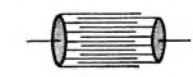
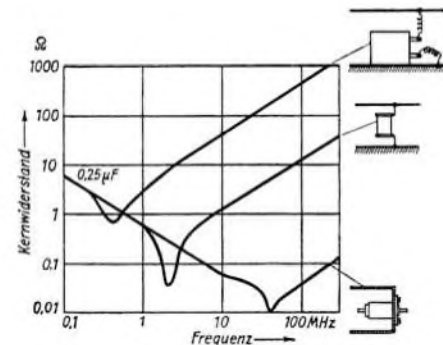
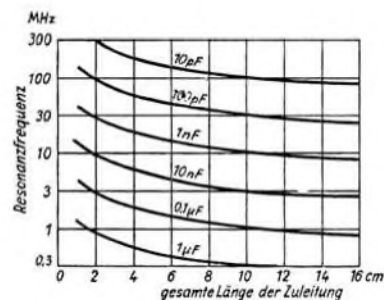
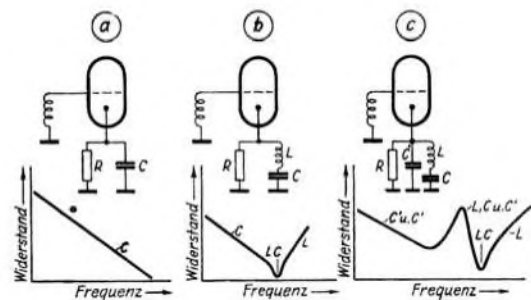

Bild 11. Dämpfungsarmer Kondensator.
Bild 19. Die Eigenfrequenzen verschiedener Kondensator-Ausführungen.
Bild 20. Die Resonanzfrequenzen von Wickelkondensatoren normaler Bauart.
Bild 21. Die Einwirkung von Kapazität und Selbstinduktion auf die Frequenzkurve.
Zahlenmäßig am stärksten sind unter den normalen Kondensatoren die Papierkondensatoren (Wickelkondensatoren), in ihren verschiedenen Ausführungsformen als Becher und Rohrkondensatoren, vertreten. Isolierpapier und Metallfolie werden um einen Dorn gewickelt, in die Wickel eingelegte Anschlußfäden aus stärkerer Folie zur Herstellung der äußeren Anschlüsse eingelegt und der soweit fertige Kondensator nach dem Imprägnieren mit einer Isoliermasse, in Metallbechern oder Isolierrohren durch eine Vergußmasse gegen äußere Einflüsse abgeschlossen. Neuerdings verwendet man auch Isolierfolie mit aufgedampften Metallbelegungen sehr geringer Stärke. Bei Durchschlägen verdampft die Schicht in der Umgebung der Durchschlagstelle; derartige Kondensatoren „reparieren“ sich also „selbst“. Zur Verminderung der Dämpfung von Wickelkondensatoren legt man Anschlußfäden an mehreren Stellen des Wickels ein oder man läßt die Belegungen nach beiden Seiten überstehen und verlötet sie mit den Anschlußdrähten, wie das in Bild 11 skizziert ist. Eine Sonderausführung stellen die sogenannten Durchführungskondensatoren dar, bei denen die eine Metallendplatte, mit der die Belegungen der einen Seite verlötet sind, mit der Durchführung des einen Leiters verbunden ist, während die andere Belegung des konzentrisch um diese Durchführung herum aufgebauten Kondensators mit der anderen Metallplatte und einer den Kondensator außen umgebenden Metallhülle verbunden ist. Neben einer Verminderung der Dämpfung wird durch derartige Maßnahmen auch die Eigeninduktivität des Kondensators herabgesetzt.
Das folgende Bild 19 soll uns zeigen, welche Bedeutung die Lage der Eigenfrequenz eines Kondensators hat. Hier sind die Resonanzkurven für einen alten „Postkondensator“ mit „Anschlußblocken“, für einen entsprechend Bild 11 aufgebauten und endlich für einen Durchführungs-Kondensator wiedergegeben, wobei der Kernwiderstand im wesentlichen dem Wechselstromwiderstand gleichzusetzen ist. Man erkennt, daß bis kurz vor der Eigenresonanz ein Kondensator eben als Kondensator arbeitet, daß bei der Resonanzfrequenz sein Wechselstromwiderstand kleiner wird, als man ursprünglich erwarten sollte, daß aber andererseits jenseits der Resonanzfrequenz, eben infolge des Vorhandenseins von Selbstinduktion, der Kernwiderstand wieder ansteigt und bald zu hohe Werte erreicht. Je niedriger die Dämpfung eines Kondensators ist, desto niedriger liegt der Resonanzwiderstand und über einen desto größeren Frequenzbereich ist der Kondensator auch brauchbar. Für Überschlagsrechnungen kann man die Induk-
ktivität des Kondensatorwickels als unveränderlich gegeben annehmen und braucht daher bei der Feststellung seiner Resonanzfrequenz in erster Linie nur auf die Länge der Zuleitungen Rücksicht zu nehmen. Die Resonanzfrequenzen für normale, nichtinduktive Wickelkondensatoren sind für eine Reihe verschiedener Kapazitätswerte in Bild 20 zusammengestellt. Nimmt man an, daß moderne Kondensatoren etwa den Kernwiderstandsverlauf und die Dämpfung wie der mittlere Kondensator (mittlere Kurve) in Bild 19 aufweisen und daß der Kernwiderstand unter 1 Ω bleiben soll, so würde man den Kondensator beispielsweise innerhalb eines Frequenzbereiches von 1:10 verwenden können (z. B. von rund 0,8 bis 8 MHz). Bei höheren Frequenzen macht einem der dann steigende Wechselstromwiderstand der Induktivität einen Strich durch die Rechnung. Man geht also so vor, daß man zunächst einmal für die niedrigste Frequenz, für die der Kondensator einen höchsten bestimmten Wechselstromwiderstand haben soll, dessen Kapazität ermittelt (hierfür gibt es Tabellen). Nimmt man dann an, daß die Eigenfrequenz des Kondensators etwa, beim fünffachen dieser niedrigsten Frequenz liegt, so kann man aus Bild 20 die höchstens zulässige Zuleitungslänge ersehen und dann annehmen, daß bis zum zehnfachen der niedrigsten Frequenz der Kondensator noch brauchbar arbeitet. Bei Kondensatoren niedrigerer Dämpfung, oder wenn man einen größeren Kernwiderstand zulassen kann, kommt man zu einem größeren brauchbaren Bereich (in Bild 19 z. B. für 10 Ω auf ungefähr 1:100
Um einen größeren Frequenzbereich zu erfassen, erweist es sich meistens als zweckmäßig, zwei Kondensatoren mit entsprechend weit auseinanderliegenden Eigenfrequenzen einander parallel zu schalten. Um sich über die dann auftretenden Vorgänge klar zu werden, muß man sich über das Zusammenwirken der verschiedenen erwünschten und unerwünschten Bestandteile solcher Schaltungskombinationen klar zu werden suchen, was an Hand von Bild 21 geschehen soll. In Bild 21a ist angenommen, daß überhaupt keine Selbstinduktion vorhanden sei. Dann wird der Überbrückungskondensator C, der die Aufgabe hat, parallel zu dem Widerstand R einen Wechselstromnebenschluß zu schaffen, einen mit der Frequenz abfallenden Widerstand aufweisen (Kurve unter Bild 21a). Hat der Kondensator jedoch eine Induktivität L (Bild 21b), so weicht in der Nähe der Resonanzfrequenz, bis zu der C praktisch allein wirkt, der Widerstand nach kleineren Werten, als zu erwarten, ab (LC), jenseits der Resonanz steigt der Widerstand wieder (induktiver Bereich L). Schaltet man nun einen Kondensator C' vernachlässigbar kleiner Selbstinduktion parallel zu C, so entsteht der in Bild 21c wiedergegebene Schwingkreis, und zwar ist einmal ein aus L, C und C' bestehender Parallelschwingkreis vorhanden, bei dessen Eigenresonanz der Widerstand hoch wird (Sperrkreiswirkung), und dann folgt erst die Serienresonanz wie in Bild 21b und endlich wieder der auf L zurückzuführende Anstieg der Widerstandskurve. Hat schließlich auch der parallelgeschaltete Kondensator C' eine Eigeninduktivität L', so gibt es eine Resonanz für C, C' L und L', eine für C, L und L', eine für C', L und L', ein für C und L und schließlich eine für C' und L', wovon die ersteren Parallelresonanzen, mit ansteigendem Widerstand, und nur die beiden letzteren Serienresonanzen, mit geringem Resonanzwiderstand, sind. Noch komplizierter kann die Sache werden, wenn man auch noch die ja u. U. gleichfalls vorhandene Induktivität des Widerstandes mit seinen Zuleitungen in die Rechnung mit einbezieht. Immerhin wird man in der Praxis kaum fehlgehen, wenn man die Serienresonanzkurven zweier evtl. parallel zu schaltender Kondensatoren — unter Außerachtlassen von Parallelresonanzen — ungefähr aneinander anschließen läßt. Hat man z. B. einen Widerstand von 1000 Ω zu „überbrücken“ und nimmt an, daß man einen Hf-Nebenwiderstand von höchstens 10 Ω zuläßt, so muß man für eine Frequenz von 100 kHz etwa 0,2µF nehmen. Entsprechend unserer obigen Annahme würde der Kondensator dann bei etwa 500 kHz seine Resonanz haben müssen, d. h. nach Bild 20 mit zwei Zuleitungen von je unter 5 cm Länge angeschlossen werden müssen. Läßt man bis 1,5 MHz ein etwas höheres Ansteigen des Widerstandes zu, so wird man im Kurzwellenbereich dann von 2,5 bis 25 MHz mit einer Resonanz bei etwa
Rechts: Bild 11. Ersatz von Lotverbindungen an Hochohmwiderständen (links) durch Schweißverbindungen (rechts).